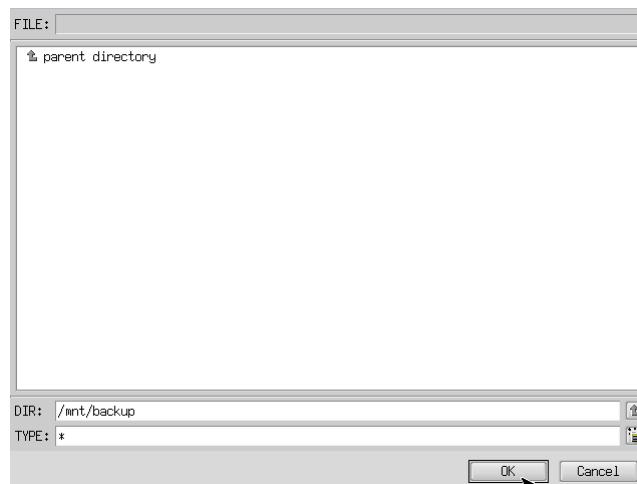

図 6-3-3. フォルダ参照画面
- ⑦ フォルダ参照画面（図 6-3-3）が表示されます。②で接続したパーティションは、/mnt にマウントされるので、/mnt 以下のフォルダを選択してください。[OK]を押すとフォルダ選択画面にもどります。